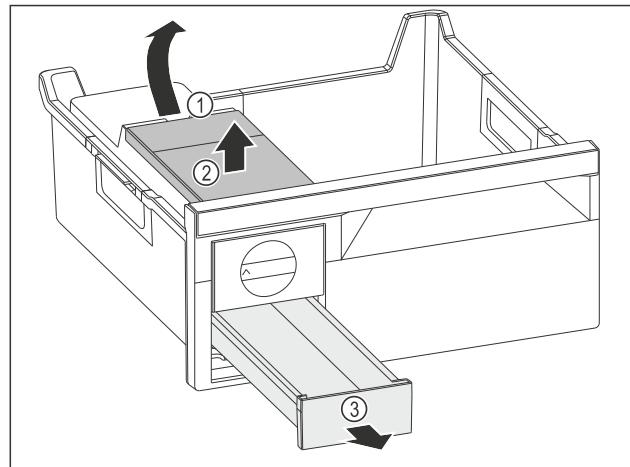

Fig. 90
- Извлеките бак для воды: Поднимите бак для воды за выемку Fig. 90 (1).
- Извлеките бак для воды Fig. 90 (2) движением вверх.
- Извлеките выдвижной ящик для кубиков льда Fig. 90 (3) движением вперед.